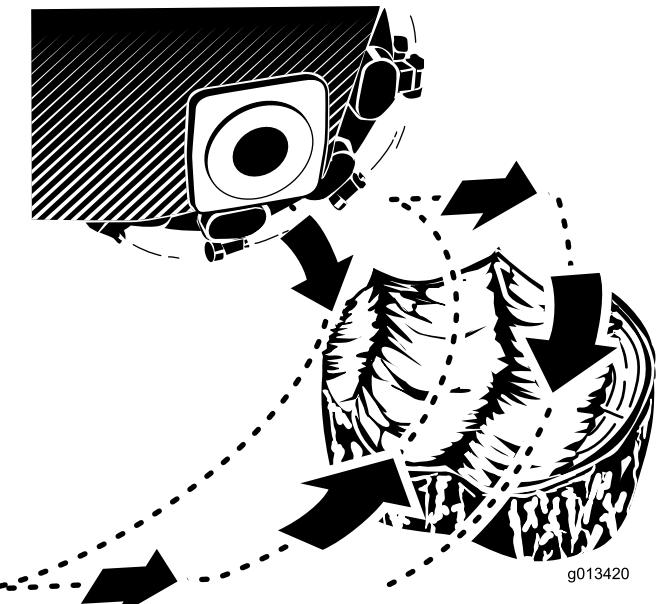

Figure 22
- Utilisez le levier de commande de la dessoucheuse et la commande de déplacement pour positionner la dessoucheuse sur le côté à l'avant de la souche, à environ 2,5 cm (1 po) sous la surface (Figure 22).
- Utilisez le levier de commande pour passer la dessoucheuse lentement sur la souche et enlever une largeur de copeaux (Figure 22).
- Avancez la machine de quelques centimètres et répétez l'opération 4 (Figure 22).
- Répétez les opérations 4 à 5 jusqu'à ce que la face entière de la souche soit complètement rabotée (Figure 22).